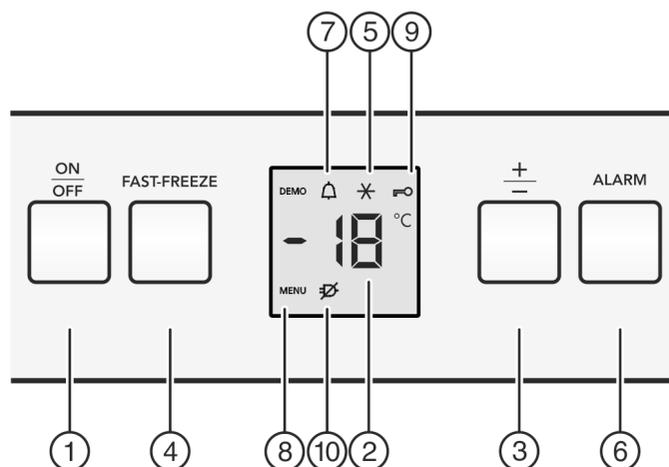

Fig. 2
- ▶ Toets On/Off Fig. 2 (1) indrukken.
- ▷ Het apparaat is ingeschakeld. Het temperatuurdisplay en het symbool Alarm Fig. 2 (7) knipperen tot de temperatuur koud genoeg is.
- ▶ Druk de toets Fast-Freeze Fig. 2 (4) ca. 5 seconden in.
- ▷ Op het display wordt het symbool Menu Fig. 2 (8) weergegeven.
- ▶ Met de toets Fast-Freeze Fig. 2 (4) kort bevestigen.
- ▷ Het symbool Kinderbeveiliging Fig. 2 (9) brandt op het display.
- ▶ Druk de toets On/Off Fig. 2 (1) kort in.
- ▶ Toets Alarm Fig. 2 (6) indrukken.
Tegelijkertijd knipperen de temperatuurdisplay en het symbool Alarm Fig. 2 (7).
Het akoestisch alarm stopt automatisch, het symbool Alarm Fig. 2 (7) gaat uit en de temperatuurdisplay houdt op met knipperen, wanneer de temperatuur weer laag genoeg is.